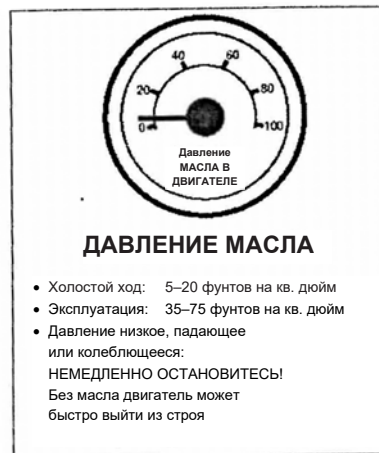

Рисунок 2.5
- Давление масла. Давление масла должно прийти в норму через несколько секунд после запуска двигателя. Смотрите рис. 2.5.